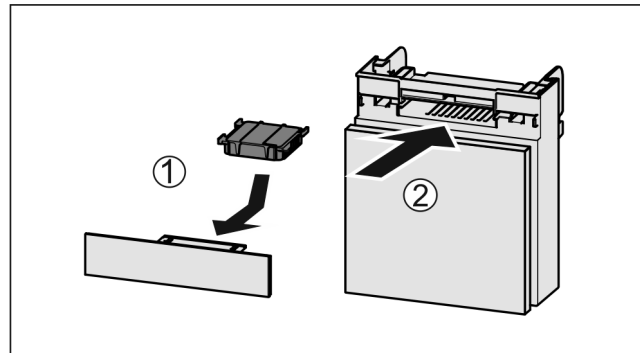

Fig. 177
- ▶ Aktivkohlefilter nach Abbildung einsetzen Fig. 177 (1).
- ▶ Fach einschieben Fig. 177 (2).